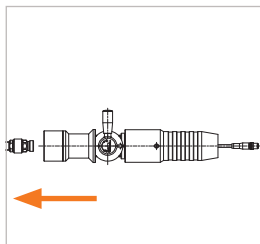

Abbildung 17
- ▶ Ziehen Sie den WEH® Servicenippel vorsichtig und gerade aus der Füllkupplung heraus (*Abbildung 17*).